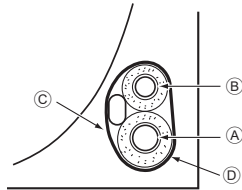

Fig. 4-4
4.3.1. Guardar no espaço da tubagem da unidade (Fig. 4-4)